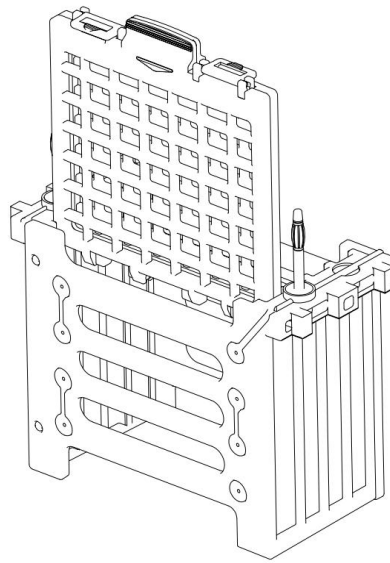

图 3 将装配好的转印夹插入转印芯中
- (4) 合上转印夹并夹紧，注意请勿移动三明治结构，用白色滑块锁住转印夹；
- (5) 重复上述步骤制备其它转印三明治，将装配好的转印夹插入转印芯中(参照图 3)；